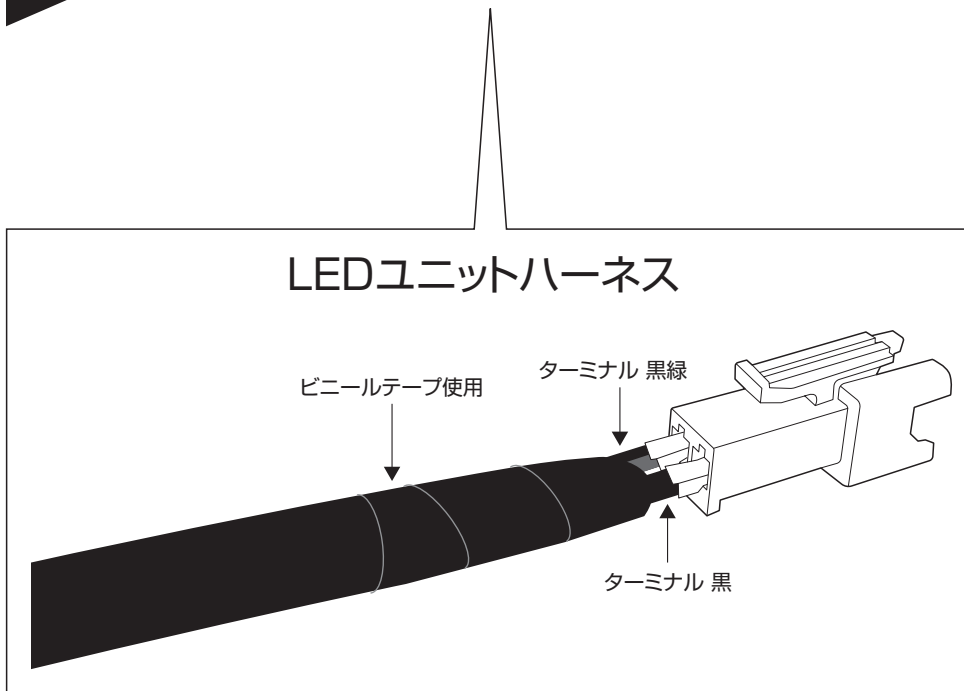
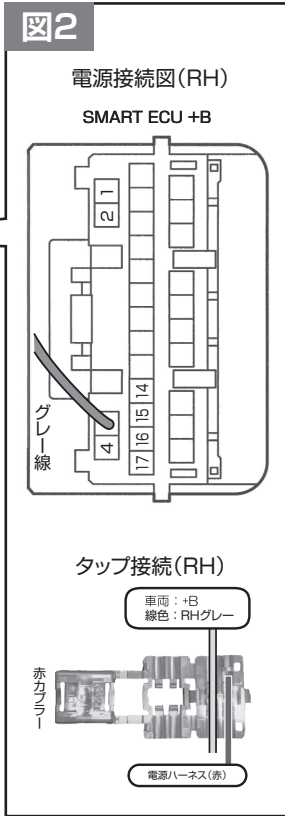

図1
図3
1. 図1・図3を参照し【黒線:カーテシ接続配線(白カプラー付)】を車両カーテシ配線に接続します。
2. ④電源ハーネスユニットを図1を参照して、インパネ裏側に配策してください。